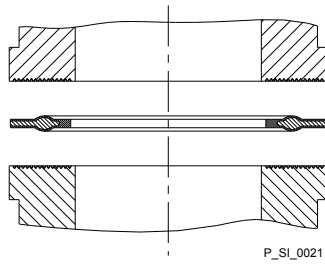

Abb. 14: Formverbunddichtung bei geriffeltem Einlegeteil
- Die PTFE-Formverbunddichtungen - mit Wulst -, die der Pumpe für die Pumpenanschlüsse beigelegt sind, dichten Verbindungen zwischen geriffelten Pumpenventilen und den geriffelten Einlegteilen von ProMinent ab - siehe Abb. 14.